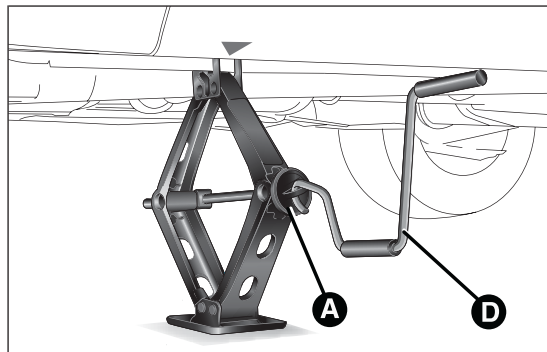
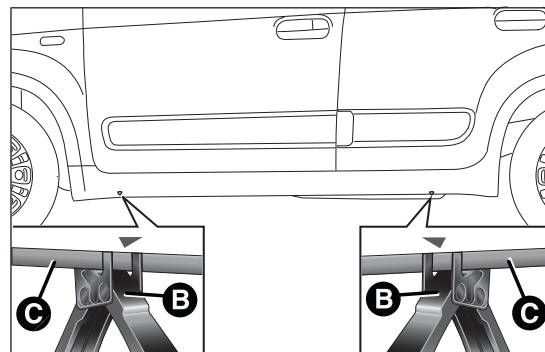

fig. 117
fig. 118
- ☐ accionar el dispositivo A fig. 117 para extender el gato, hasta que la parte superior B fig. 118 se introduzca correctamente en el larguero C (a la altura de la marca ∇ indicada en el mismo larguero);
- ☐ introducir la manivela D fig. 117 en el alojamiento del dispositivo A, accionar el gato y levantar el vehículo, hasta que la rueda se levante del suelo unos centímetros;